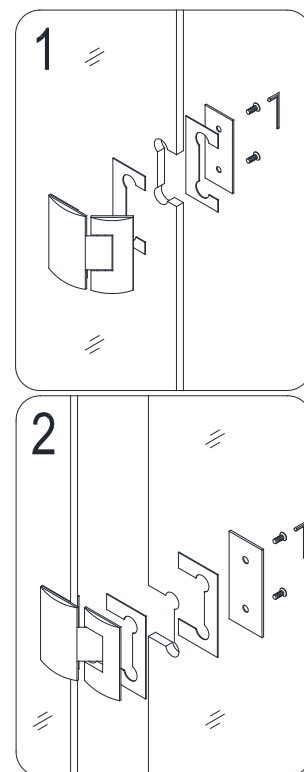

Fig 13
11. Posez les **charnières (N° 05)** sur le **panneau vitré fixe 2 avec charnière (N° 03)** en orientant les boulons vers l'intérieur de la douche. Transportez avec précaution la **porte vitrée (N° 02)** dans la douche entre les deux panneaux fixes. Mettez au niveau la **porte vitrée (N° 02)** avec le **panneau vitré fixe 2 avec charnière (N° 03)** et fixez les **charnières sur la porte vitrée (N° 02)**. Assurez-vous que les bordures supérieures de la **porte vitrée (N° 02)** et et du **panneau vitré fixe 2 (avec charnière) (N° 03)** sont égales et symétriques dans le haut. Assurez-vous d'utiliser une **cale de 13/16 po (20,6 mm)** sous la porte vitrée durant l'installation. **Fig 13 & 14**